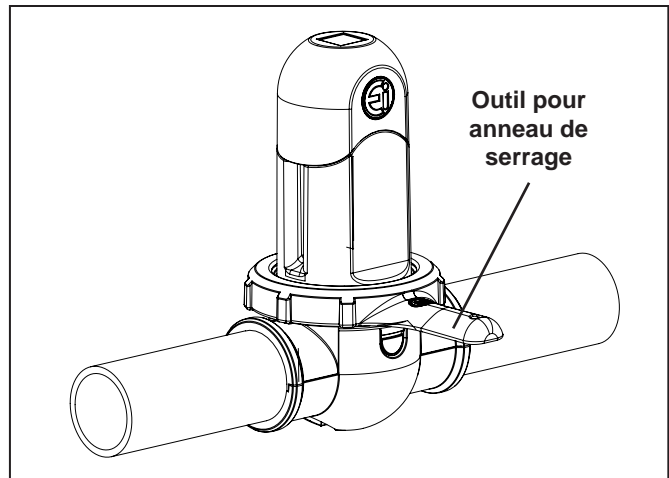

Figure 27. Défaire l'anneau de serrage
5. Défaire l'anneau de serrage. S'il y a lieu, utiliser l'outil pour anneau de serrage prévu (Voir Figure 27).
5. Retirer l'anneau de serrage. Si nécessaire, utiliser l'outil pour anneau de serrage fourni (Voir Figure 27).